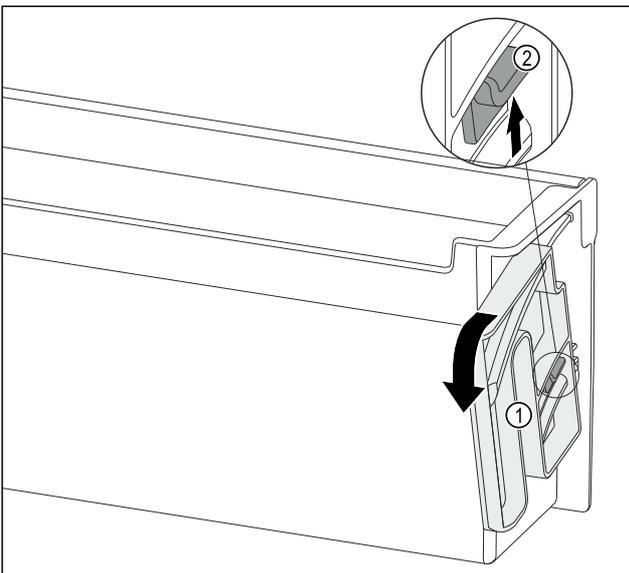

Fig. 117
- ▶ Dreheinheit Fig. 117 (1) in die angegebene Richtung bis zum Anschlag drehen.
- ▶ Lasche Fig. 117 (2) nach oben drücken und Dreheinheit Fig. 117 (1) entnehmen.